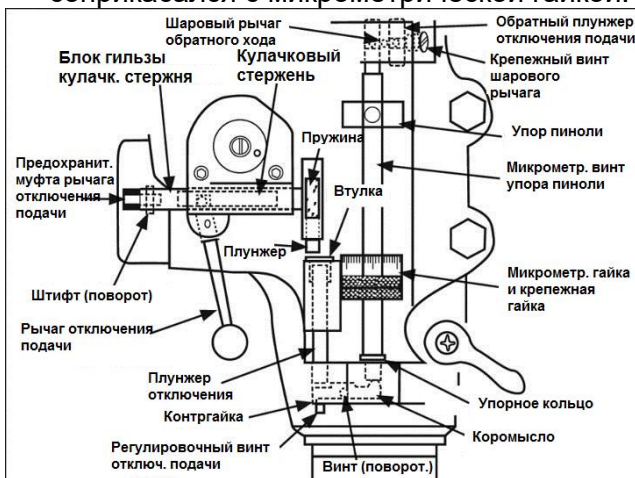

Рисунок 21
- с. Поверните накидную гайку переходника консоли (В, Рис. 21), чтобы наклонить
Механизм рычага выключения подачи требует регулировки при износе или при замене какого-либо компонента механизма (рис. 21).